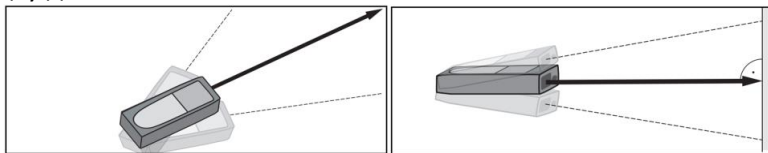

Рис. 1.5. Вимірювання мінімальних і максимальних відстаней
2. Потім – поволі переміщати лазерний промінь (рис. 1.5) відповідно вліво - управо або, наприклад, вгору і вниз в районі цілі.